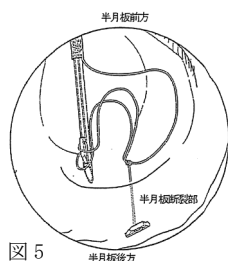

図 5
6. Ultra FAST-FIX デリバリー ニードルのトリガーを動かかし、2個目のインプラントをニードルの先に移動させる。(図5参照)